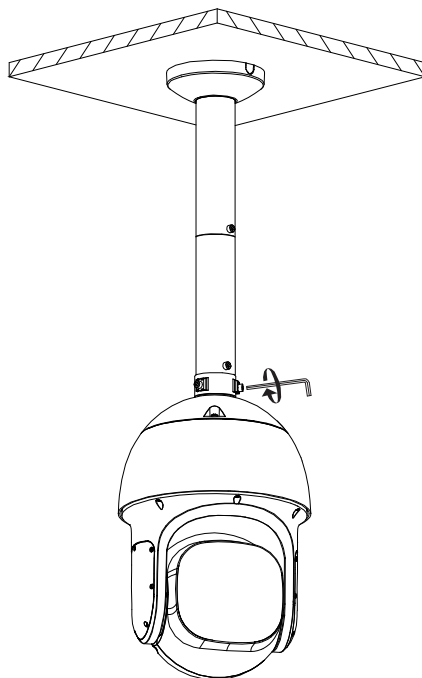

Рисунок 4.8 – Монтаж
14. Закрепите видеокамеру и с помощью ключа «Шестигранник» затяните фиксирующие винты М6 монтажного адаптера для полной фиксации видеокамеры (Рисунок 4.8).